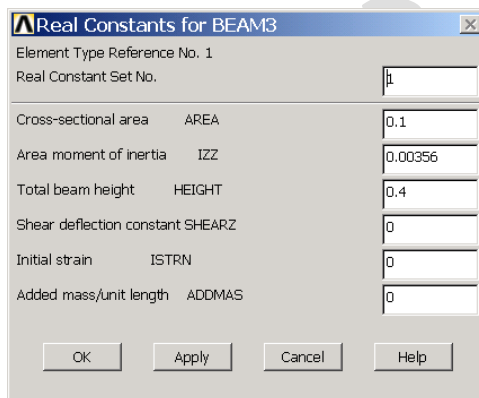

图5.29 设置实常数
- (1) 重新启动 ANSYS，定义单元类型 BEAM3，并按图 5.29 设置实常数。